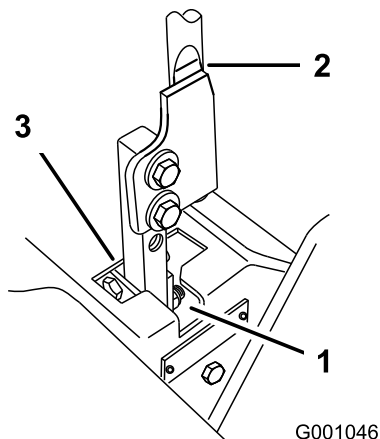

Figura 69
5. Mettete la leva in folle, senza bloccarla (Figura 69).
6. Tirate indietro la leva finché il perno con testa (sul braccio sottostante l'albero di articolazione) non tocca l'estremità della tacca (inizia a premere sulla molla) (Figura 69).
7. Controllate dove la leva di comando corrisponde alla tacca nella console (Figura 69). Dev'essere al centro, e consentire lo spostamento della leva verso l'esterno, in posizione di bloccaggio in folle.